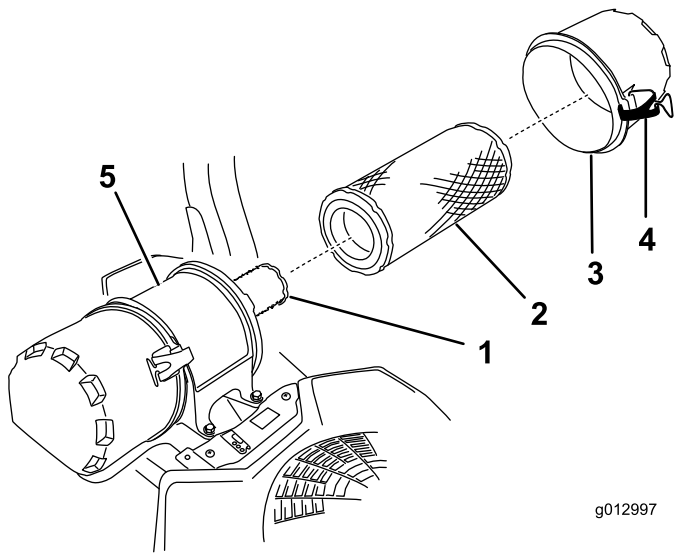

Figure 43
6. Ouvrez les dispositifs de verrouillage du filtre à air et enlevez le couvercle du corps du filtre (Figure 43).
8. Sortez le préfiltre du boîtier du filtre avec précaution (Figure 43).
2. Si vous remplacez l'élément intérieur, insérez-le avec précaution dans le boîtier du filtre (Figure 43).
3. Placez ensuite le préfiltre sur l'élément intérieur avec le même soin (Figure 43).
4. Remettez en place et verrouillez le couvercle du filtre à air (Figure 43).